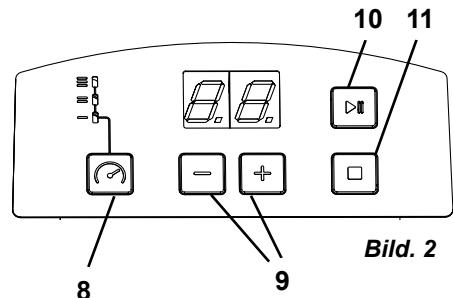

Bild. 2
⇒ Ställ in rengöringstiden med knapparna +/- (9, Bild 2) (inställningsområde 0-30 min.).
⇒ Välj/ställ in intensiteten med valknappen (8, Bild 2).
⇒ Starta rengöringsprocessen med start-/pausknappen (10, Bild 2).
- Rengöringsprocessen kan avslutas med stoppknappen (11, Bild 2) när som helst innan rengöringstiden har gått ut.
⇒ Avsluta rengöringsprocessen genom att trycka på stoppknappen (11, Bild 2).